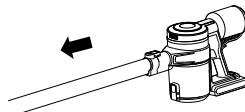

Рис. 2
- Для извлечения трубки-удлинителя одной рукой удерживайте кнопку, а другой вытаскивайте трубку (рис. 2).